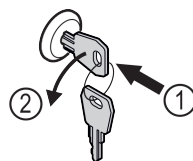

Fig. 162
- ▶ Sæt nøglen i. Fig. 162 (1)
- ▶ Drej nøglen 90° mod uret. Fig. 162 (2)